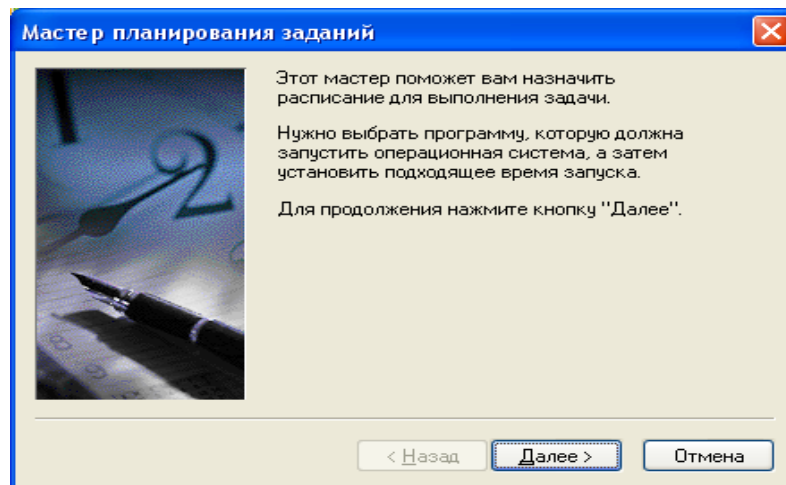

Рис. 10
2) Дважды щелкните на элементе **Добавить задание**. Запустится **Мастер планирования заданий** (рис. 10).